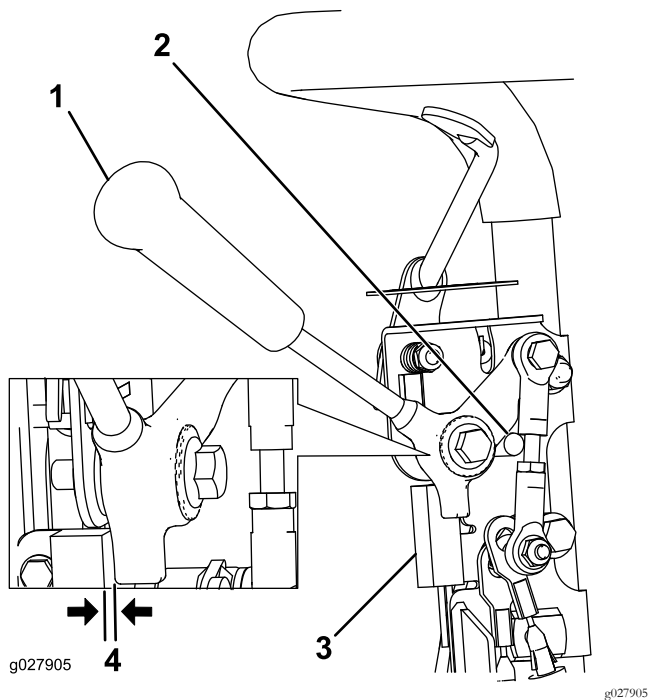

Figura 30
1. Asegúrese de que el motor está parado, y que la palanca de tracción está desengranada y apoyada en el tope de punto muerto (Figura 30).
2. Afloje las fijaciones de montaje del interruptor de seguridad (Figura 30).
3. Coloque un suplemento de 0.8 mm (0.032") de grosor entre la palanca de tracción y el interruptor de seguridad (Figura 30).